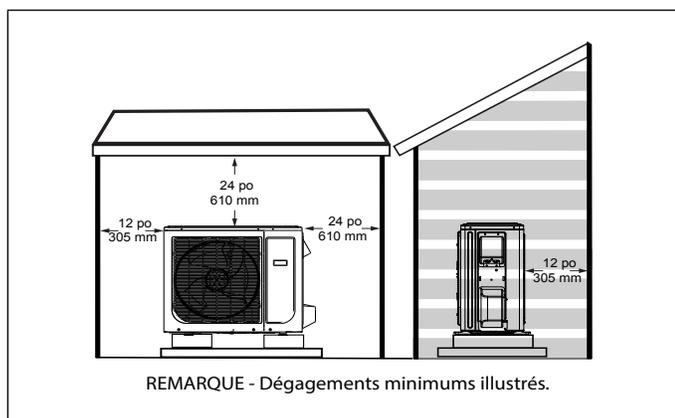

Figure 18. Abri de style niche à chien
- Si l'unité extérieure peut être exposée de manière prolongée aux rayons directs du soleil et atteindre des températures dépassant 100 °F (38 °C), il est recommandé de construire un auvent comme illustré à la « Figure 13. Unité extérieure sur piédestal et sous auvent de protection » ou à la « Figure 18. Abri de style niche à chien » à la page 12.
- L'unité extérieure peut être installée dans un abri de style niche à chien comme illustré à la « Figure 18. Abri de style niche à chien ».